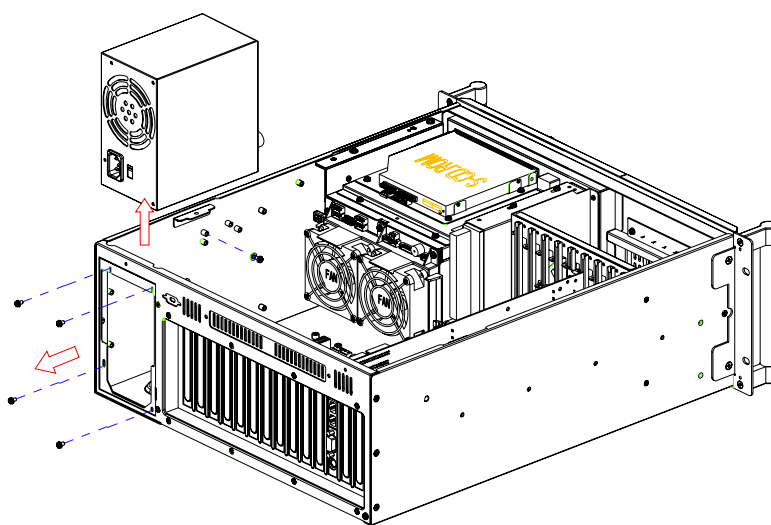

图 3.8：更换单 PS/2 电源
4. 卸下将故障电源固定在机箱上的 6 个螺丝，然后取出电源（如图 3.8 所示）。